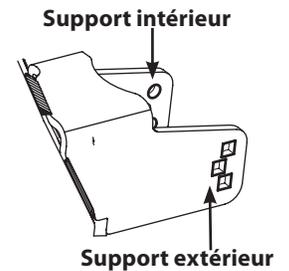

Figure 16
**NOTE :** Pour les roues antidégazonnement latérales, le boulon doit être inséré à partir de l'extérieur de la tondeuse dans le trou carré du support. Pour la roue placée au centre du plateau (si présente), le boulon peut être installé à partir de la gauche ou de la droite. Voir Figure 16.